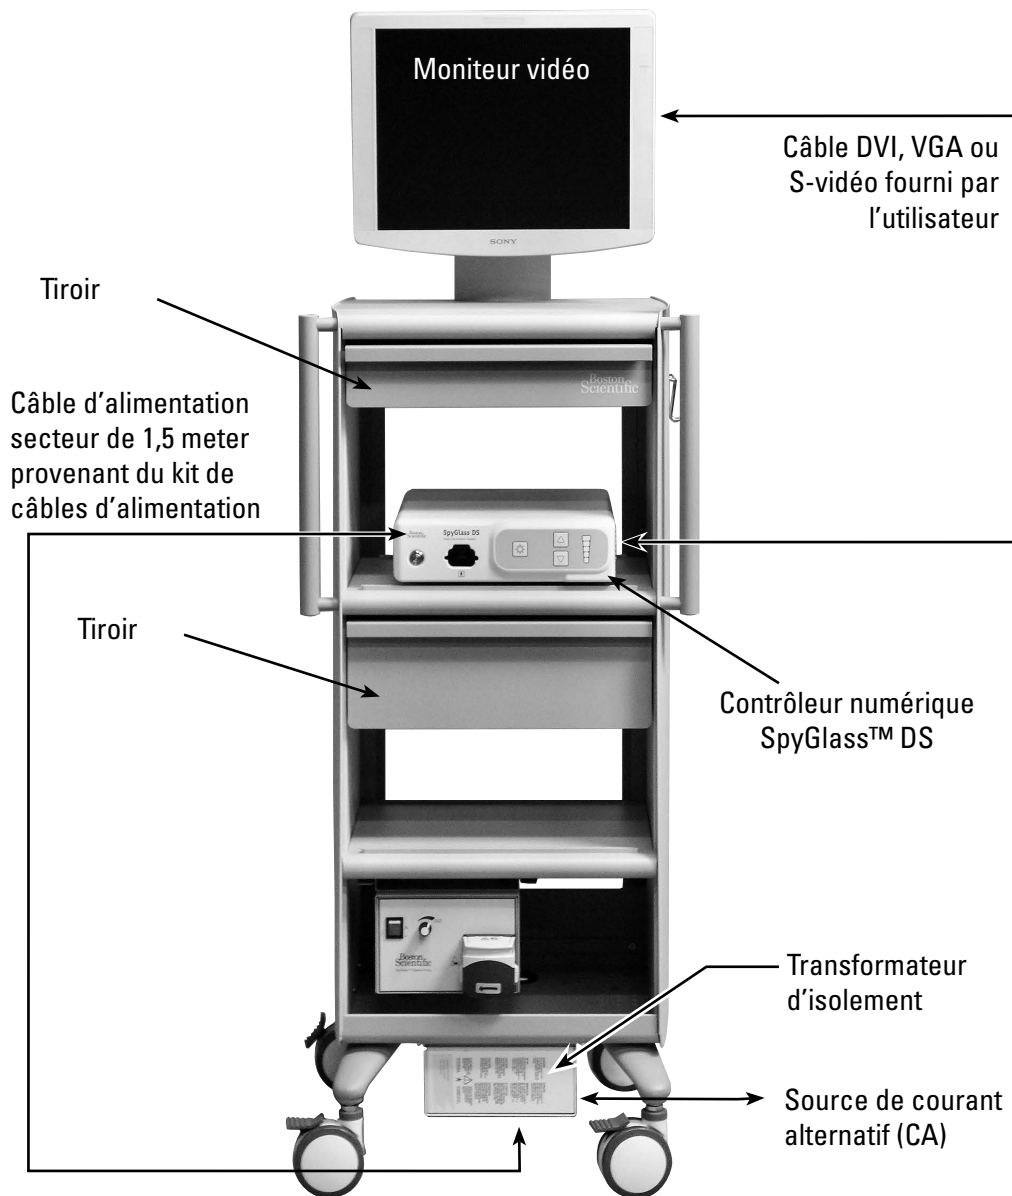

Figure 15. Schéma d'installation du contrôleur numérique SpyGlass DS
3. Placer le contrôleur numérique SpyGlass DS sur l'étagère du haut du chariot comme indiqué à la figure 15 - Schéma d'installation du contrôleur numérique SpyGlass DS.